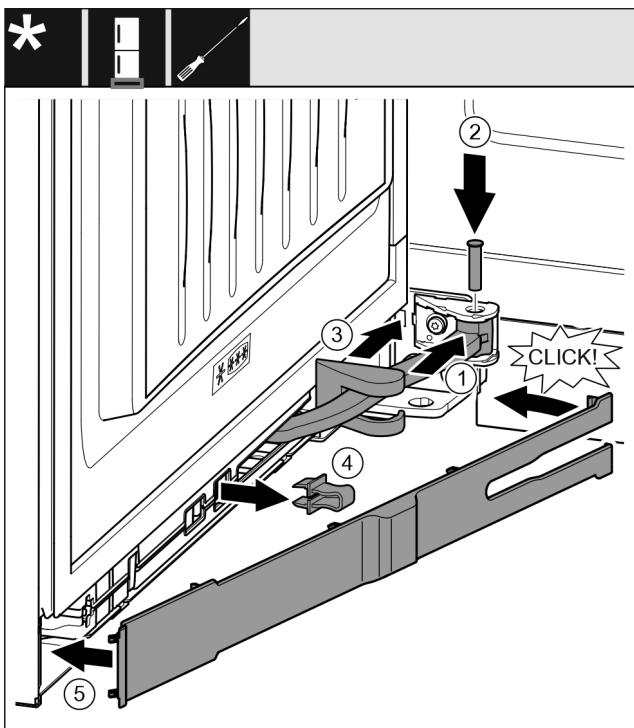

Fig. 50
- Gelenk Fig. 50 (1) in Aufhängung drehen.
- Bolzen Fig. 50 (2) mit einem Schraubendreher in Aufhängung und Gelenk einsetzen. Dabei darauf achten, dass der Rastnicken korrekt in der Nut sitzt.
- Lagerbockabdeckung Fig. 50 (3) entlang des Gelenks schieben und über der Aufhängung montieren.
- Sicherung Fig. 50 (4) abnehmen.
- Blende Fig. 50 (5) griffseitig ansetzen und einschwenken.